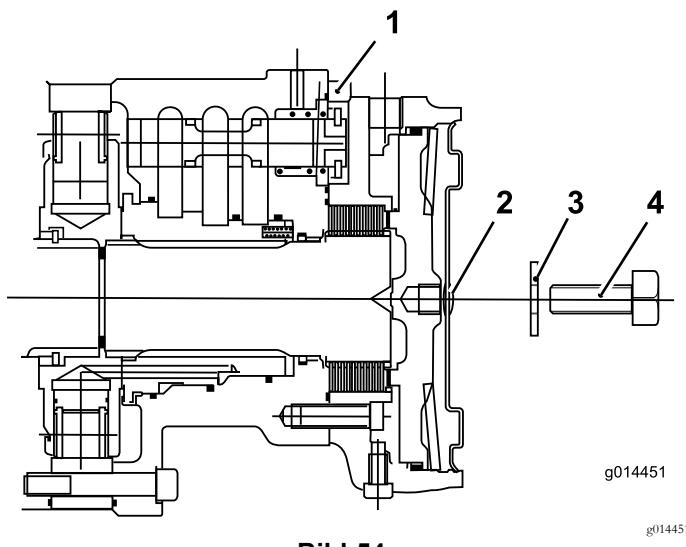

Bild 54
- C. Montieren Sie die Sechskantschraube an die Motorenplatte (Bild 54).